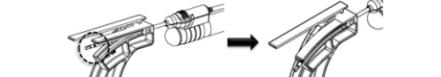

Afbeelding 1
- Als u een werkkanaalhandstuk gebruikt (**Afbeelding 1**) is er een mechanisme voor dieptecontrole met luer (**Aa**) of een unieke MINOP-aansluiting (**B**) toegevoegd om te koppelen aan endoscopen.